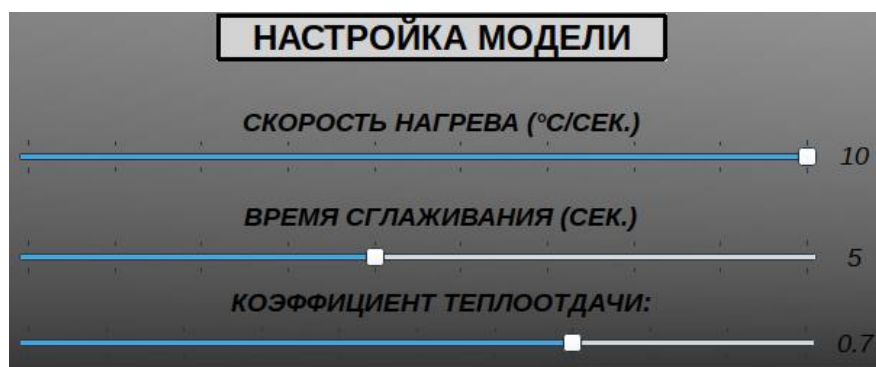

Рис. 50
3.3.4.1. Снизу под виджетом ТЭН расположены слайдеры, позволяющие осуществлять настройку модели путем изменения следующих параметров (рис. 50):